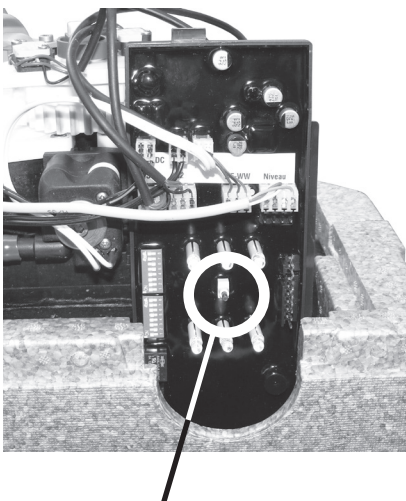

Abb. 5 Regenerationstaste
- i) Durch Drücken der Regenerationstaste (Abb. 5) lösen Sie eine Regeneration von Hand aus. Solange die Regeneration andauert, leuchtet entweder die linke oder die rechte Leuchtdiode der Besatzungsanzeige.